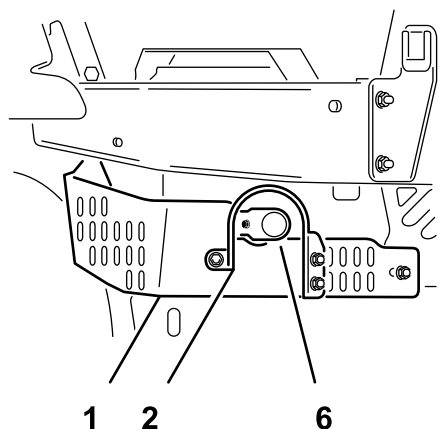

Bild 10
eckigen Bereich der Motorschutzvorrichtung aus, wie in Bild 9 für Mäher für den Inlandsmarkt oder in Bild 10 für Mäher für den Auslandsmarkt dargestellt ist.
Mäher für den Auslandsmarkt: Fluchten Sie die Löcher im rechten Flansch an der Auspuffschutzvorrichtung mit den zwei ganz linken vertikalen Schlitzten an der Rückseite der unteren linken Motorschutzvorrichtung aus (Bild 10).
3. Befestigen Sie das Wärmeschutzblech mit den drei Sechskantschrauben (3/8" x 1") und drei Bundmuttern (3/8") (Bild 9 für **Mäher für den Inlandsmarkt** oder Bild 10 für **Mäher für den Auslandsmarkt**).